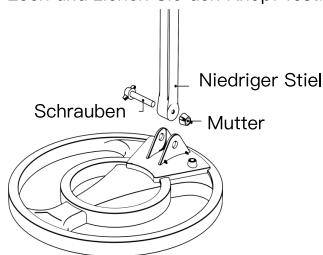

Abb.2
1. Setzen Sie den unteren Schaft ein und richten Sie das Loch an der Suchspule und am unteren Schaft aus. Schieben Sie die Schraube durch das Loch und ziehen Sie den Knopf fest. (Siehe Abb.2)